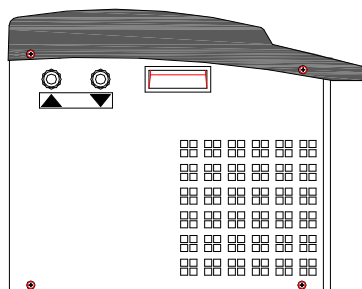

Fig.1
- Pour la liaison au circuit, tenir compte que l'entrée et la sortie de l'eau est conforme à la fig. 1.
- S'assurer que le niveau de l'eau se trouve dans les limites maximales et minimum (voir Fig.1)